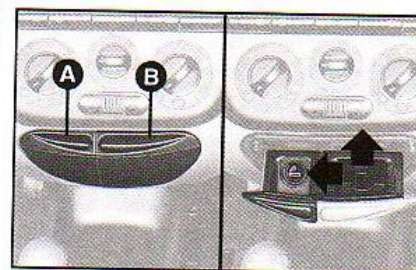

fig. 77
**ACENDEADOR DE CIGARROS - fig. 77**
**Para os lugares dianteiros - fig. 77**